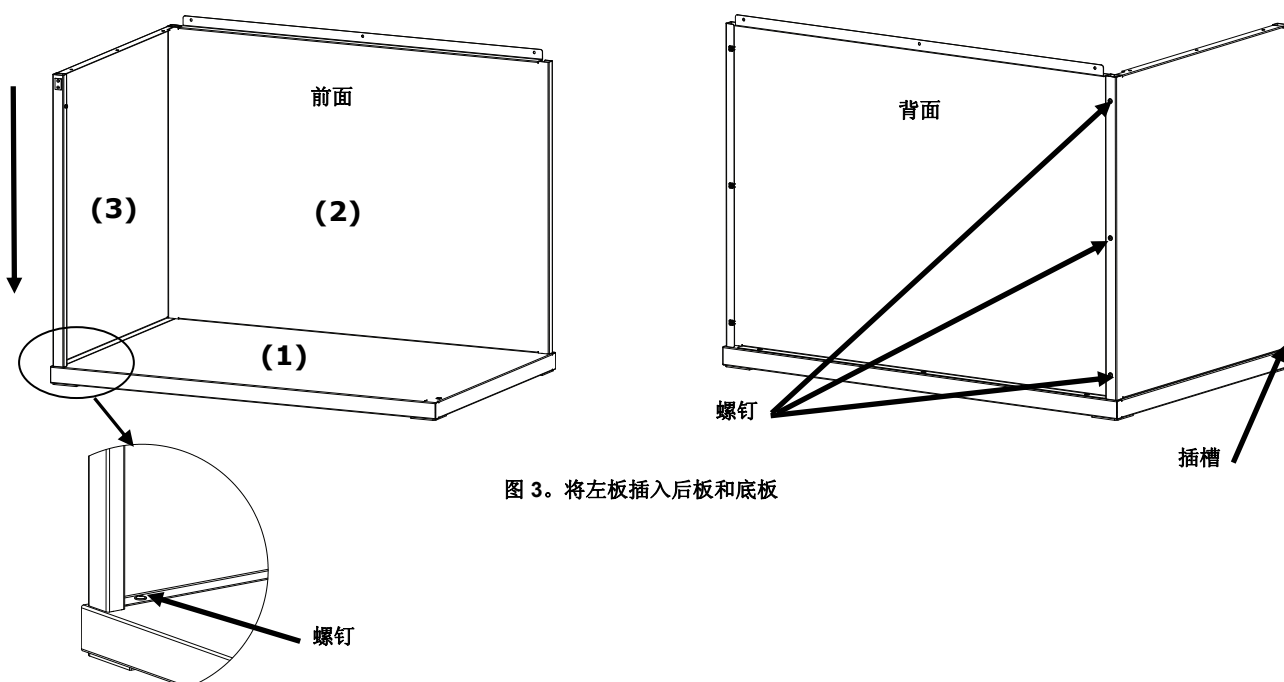

图 3. 将左板插入后板和底板
3. 扶住后板 (2)，将左板 (3) 光滑面朝外置于后板 (2) 的上方边缘处。
4. 将左板 (3) 沿着互锁槽向下滑动，直至左板 (3) 的前袢扣插入底板 (1)。按图 3 所示，用四颗螺钉将左板 (3) 固定至底板和后板。